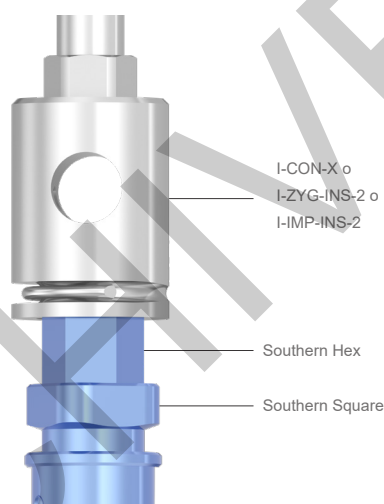

Imagen 2: No totalmente acoplado I-CON-X/I-ZYG-INS-2/I-IMP-INS-2
2. Asegúrese de que el I-CON-X o el ICONU-X/XS estén completamente acoplados, de acuerdo con la (*Imagen 3*). Si el I-CON-X o I-CONU-X/XS no están completamente acoplados, de acuerdo con la (*Imagen 2*), pueden producirse daños en la herramienta de inserción y/o en el soporte del implante.